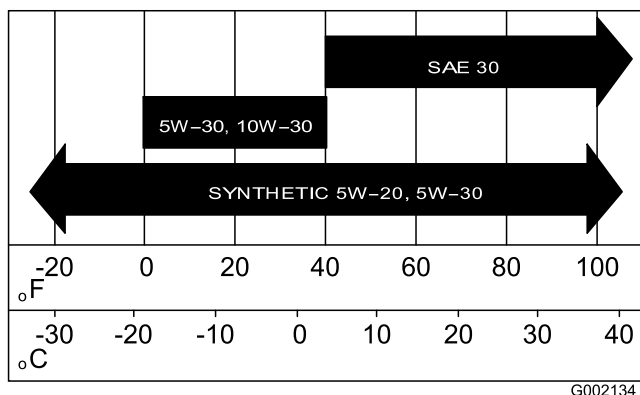

Bild 40
- Füllen Sie das Kurbelgehäuse mit dem Öl der angegebenen Sorte, siehe Bild 40 in Wechseln des Motoröls (Modell 07273 und 07273TC) (Seite 35).